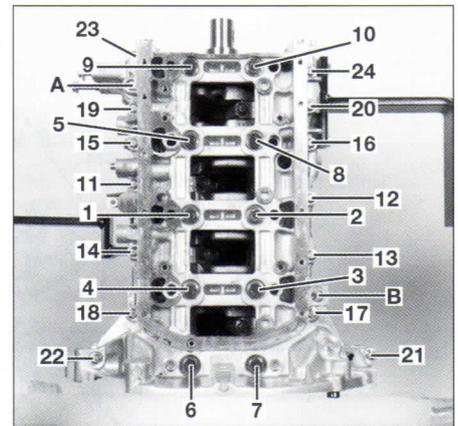

FIG. 52
- Montar el cárter de tapas de bancada sobre el bloque centrándolo con los 2 pasadores PSA 194.N en (A) y (B) (fig. 52).